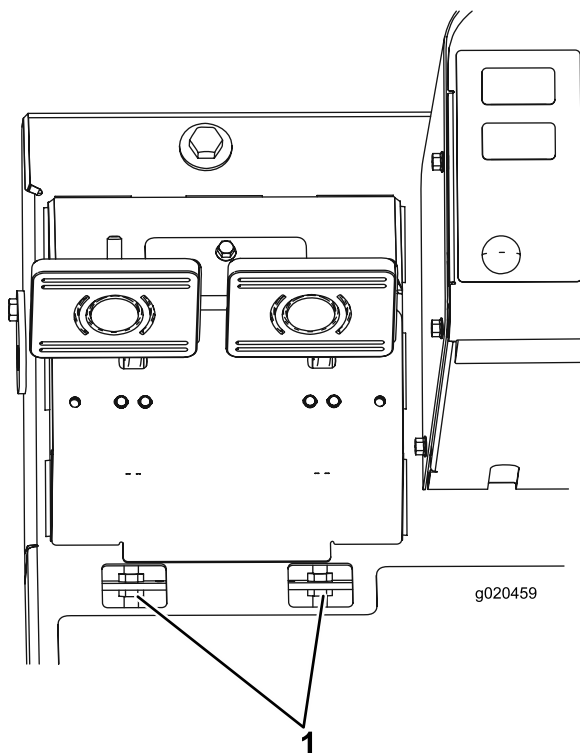

Bild 67
- B. Lockern Sie die vordere Mutter an der Gewindeseite des Bremszuges (Bild 67).